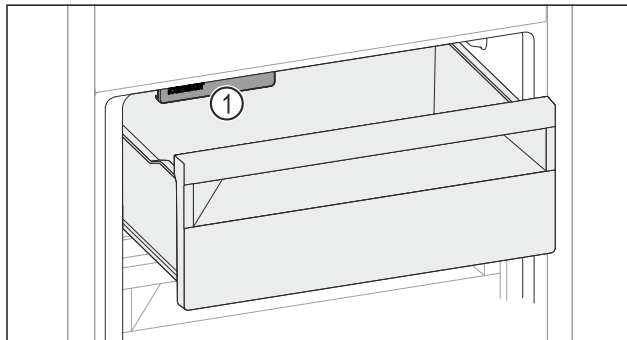

Fig. 158
- ▶ Luați în considerare IceMaker Fig. 158 (1).